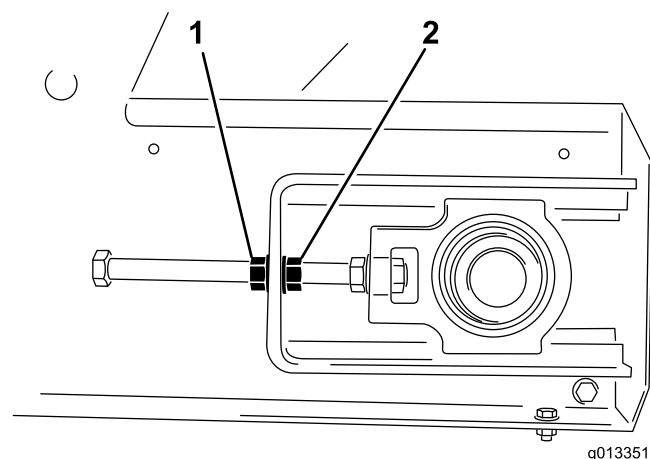

Рисунок 55
4. Удерживая стационарный конец натяжного стержня с помощью двух гаечных ключей, ослабьте контргайку, расположенную ближе к концу стержня (Рисунок 55).
3. Возьмитесь за стационарный конец натяжного стержня со стороны, в которую смещается лента транспортера, затем ослабьте контргайку и затяните регулировочную гайку на два шага (Рисунок 55).